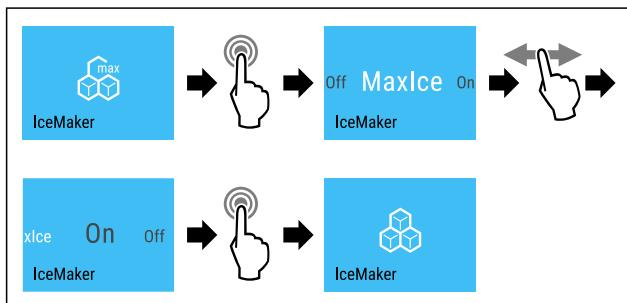

Fig. 19
- Провести етапи операцій (див. Fig. 19).